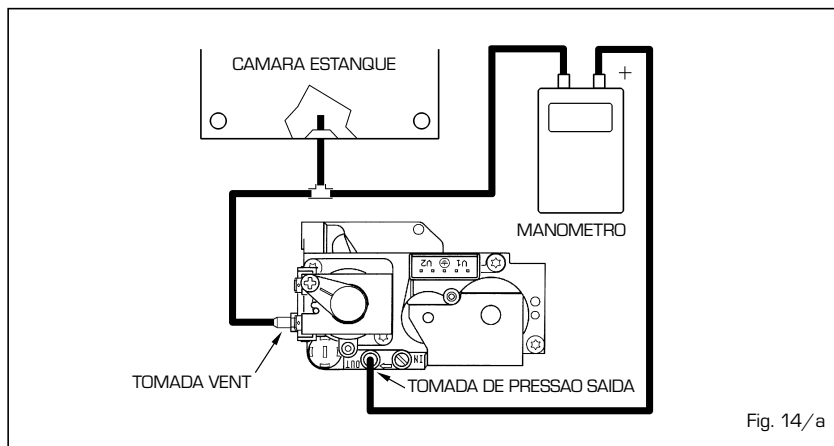

Fig. 14/a
4.2 VÁLVULA GÁS (fig. 14)
- Colegar o manometro diferencial como indicado em fig. 14/a.
- Rodar o parafuso (2) cercado o valor de pressão min. como é indicado na **Tabela 3**:
- **Variar o nível de pressão da acensão (STEP) da válvula de gaz posicionando o sinal do parafuso dependendo do tipo de gaz como è riportado na fig.14.**